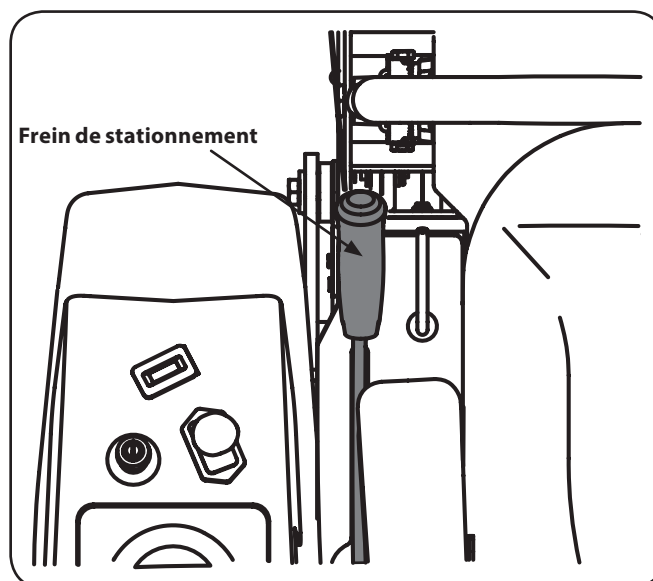

Figure 3-2
4. Serrez le frein de stationnement pour engager les soupapes de dérivation de transmission. Voir Figure 3-2. Il est nécessaire de démonter le frein de stationnement pour décharger le tracteur de la palette d'expédition.